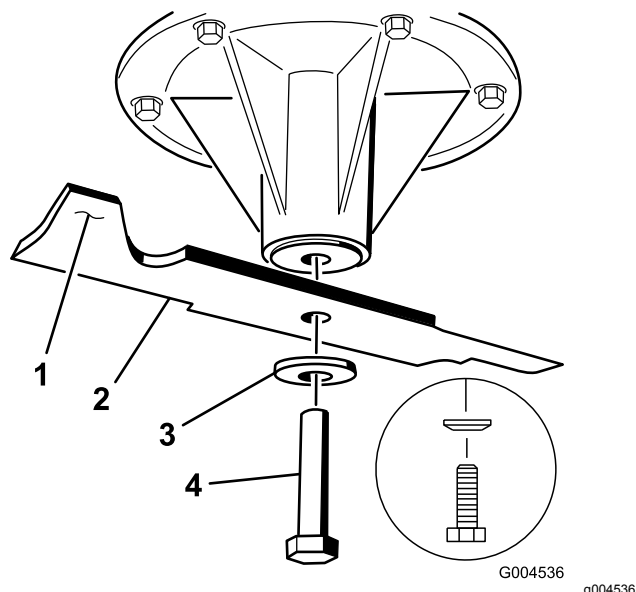

Figure 101
1. Placez la lame sur l'axe (Figure 101).
2. Mettez en place la rondelle élastique et le boulon de la lame (Figure 101).